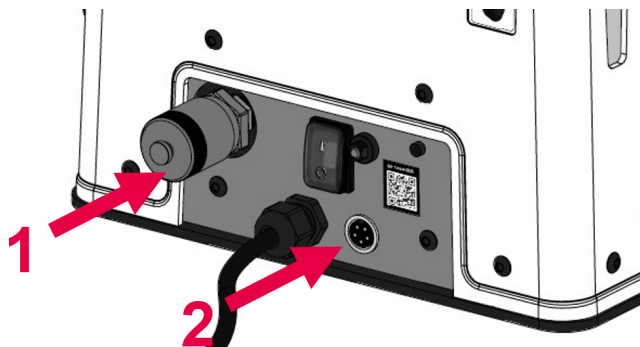

Abb. 4: Anschlüsse Elektrohydraulikpumpe
- Schließen Sie den Hydraulikschlauch an der Schraubkupplung (Abb. 4, Pos. 1) der Elektrohydraulikpumpe an und sichern Sie die Verbindung durch ein Aufschrauben der Schraubkappe des Schlauchanschlusses. Bei nicht aufgeschraubter Kappe wird der Ölfluss für den Betrieb nicht freigegeben.